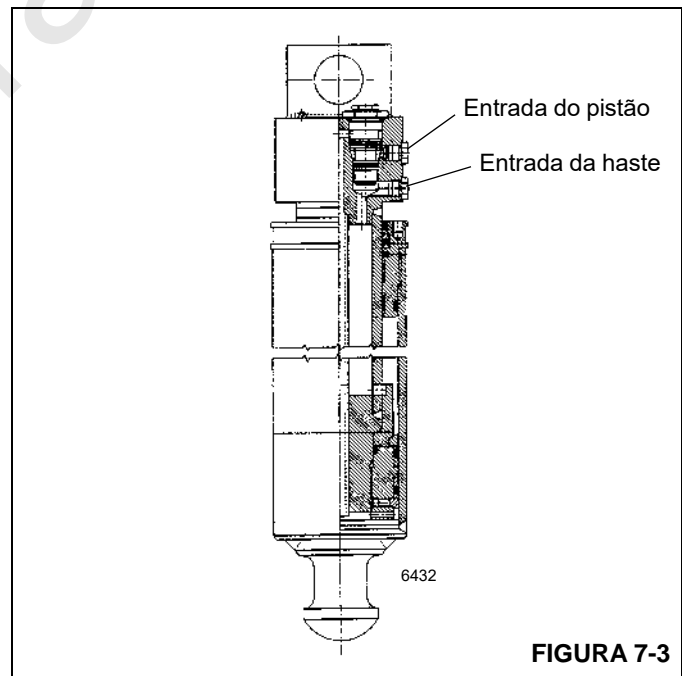

FIGURA 7-3
2. Remova a mangueira do lado da haste do cilindro do cilindro do macaco suspeito de estar com vazamento (consulte a Figura 7-3). O óleo fluirá até que a cavidade no bloco de entradas do cilindro se esvazie. Após a cavidade no bloco de entradas esvaziar, o óleo deve parar de fluir da entrada do lado da haste.
2. Remova a mangueira do cilindro do lado do pistão do cilindro do macaco suspeito de estar com vazamento (consulte a Figura 7-3). O óleo fluirá até que a cavidade no bloco de entradas do cilindro se esvazie. Após a cavidade no bloco de entradas esvaziar, o óleo deve parar de fluir da entrada do lado do pistão.